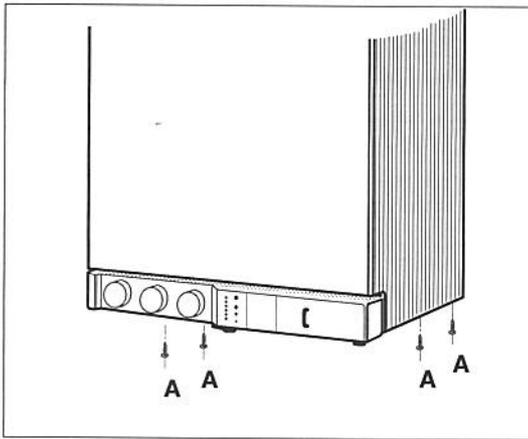

Fig. 20a
- Atornillar los 4 tornillos "A" de fijación de la carcasa situados en la parte inferior (fig. 20a)